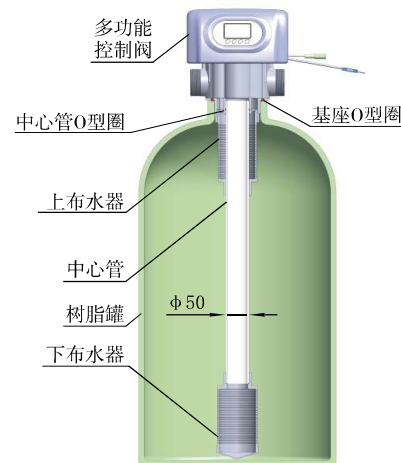

图1-1
①安装控制阀
- a、按图1-1所示,选取相应尺寸的中心管,把中心管与下布水器用胶封固。放入罐体底部,将超过罐口部分的中心管截断并外部倒圆。